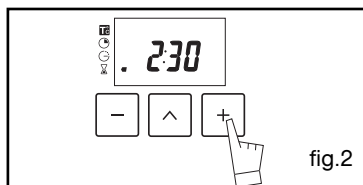

fig.2
- Appuyez sur la touche " ^ " pour valider ou attendre quelques secondes (fig.2).